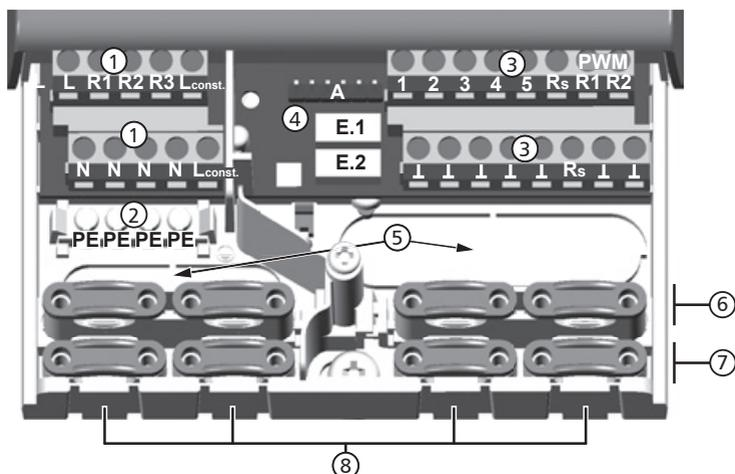

Fig. 3: Morsetti di collegamento nel lato inferiore del regolatore (calotta coprimorsetti rimossa)
1. Perforare le aperture ⑤ (Fig. 3) con un attrezzo adatto.
1. Intagliare e perforare con un coltello adatto le aperture per cavi *necessarie* ⑥ (Fig. 3) a sinistra e a destra.